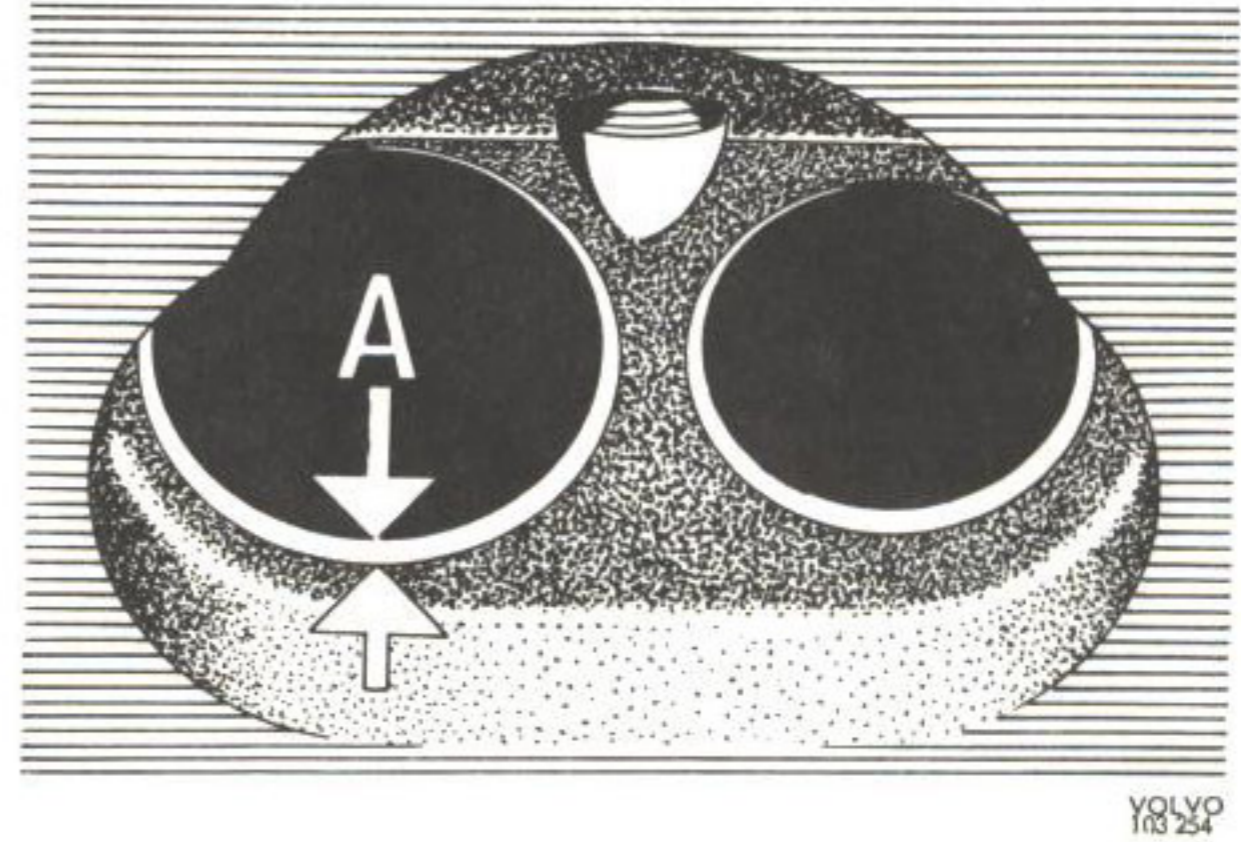

Bild 27. Ventilsetsbredd
2. Slipa ventilensätena. Använd en eldriven slipmaskin eller ev. handfräs. Styrspindelns måste sättas fast noga före arbetet och utslitna styrningar vara bytta mot nya. Sätet slipas tills fullgod tätningssyta erhålles. Vinkeln är 45° och tätningssytans bredd bör vara ca 2 mm, se "A" bild 27. Blir tätningssytan för bred efter renslipning kan den reduceras inifrån med en slipskiva av 70° vinkel, och utifrån med en 20° slipskiva.